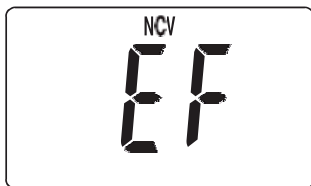

Figure 3
1. Réglez le commutateur rotatif en position NCV. L'écran affiche " EF " (voir la figure 3).